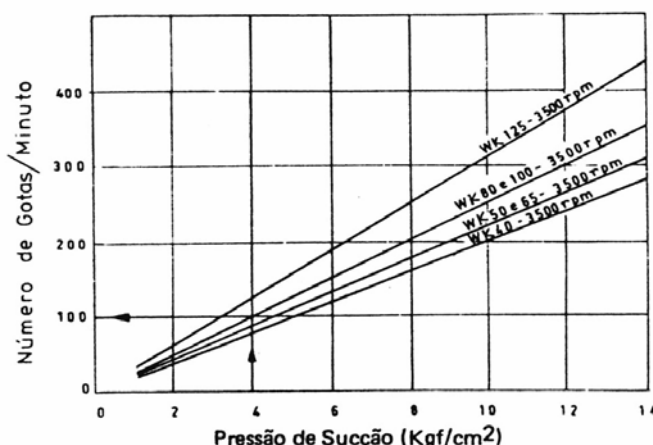

Figura 19 – Número de gotas aproximado
- f) ajustar o engaxetamento apertando-se as porcas do aperta gaxeta cerca de 1/6 de volta. Como todo engaxetamento recém-executado requer certo período de acomodação, o mesmo deve ser observado nas primeiras 5 a 8 horas de funcionamento, e em caso de vazamento excessivo apertar as porcas do aperta gaxeta cerca de 1/6 de volta. Durante o funcionamento todo engaxetamento deve gotejar (para número de gotas aproximado) vide Figura 19.